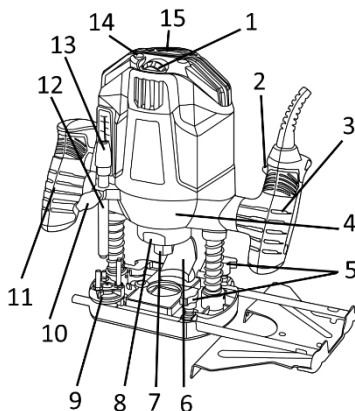

Рисунок 1
2.3.2 Увімкнення та вимкнення виробу здійснюється клавішею вимикача 2 (рисунок 1). Кнопка фіксації дозволяє тримати вимикач у увімкнутому стані для режиму тривалої роботи.
2.3.3 Фреза в цанговому патроні 7 (рисунок 1) закріплена на валі електропривода (шпинделі).
2.3.5 На опорній платформі встановлений 7-ступінчастий упор (9) (рисунок 1) з опорними площадками, які слугують обмеження глибини фрезерування. 7-ступінчастий упор має можливість повороту навколо своєї осі, що дозволяє швидко виконувати зміну глибини фрезерування на 3 мм для кожного кроку.
2.3.7 Швидкість обертання шпинделя змінюється коліщатком регулятора (1) (рисунок 1).
Перевести обмежувач глибини фрезерування (12) (рисунок 1) у положення для максимальної глибини обробки.
3.6.3 Плавню підведіть ріжучий інструмент (фрезу) до поверхні оброблюваного матеріалу, поки обмежувач глибини фрезерування (12) (рисунок 1) не торкнеться нижньої сходинок 7-ступінчастого упору (9) (рисунок 1).